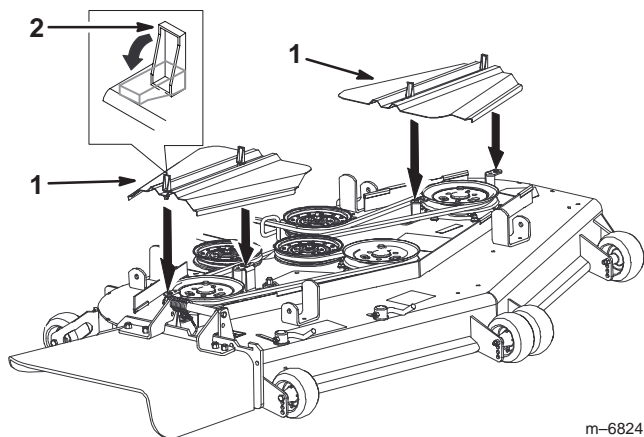

Figure 70
3. Déposez les couvercles des courroies (Fig. 70).
10. Posez et verrouillez les couvercles de la courroie (Fig. 70).